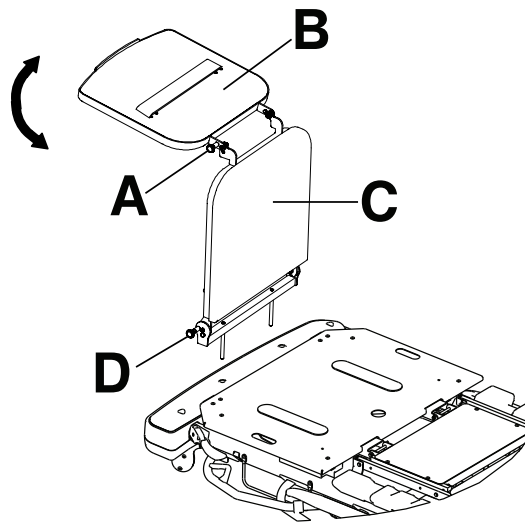

Figura 11 – Bandeja para desfibrilador/extensión para los pies
1. Tire hacia fuera del mando superior (A) (Figura 11).
2. Gire la bandeja para desfibrilador (B) hasta que esté plana sobre el extremo de los pies del producto. Suelte el mando superior (A). Asegúrese de que la bandeja para desfibrilador esté bloqueada en su sitio.
Para convertir la bandeja para desfibrilador/extensión para los pies en una extensión para los pies (Figura 11):